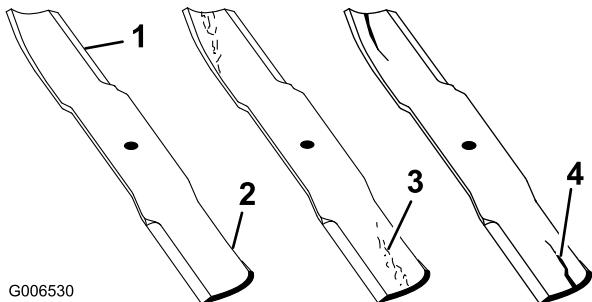

Figure 95
1. Examinez le tranchant des lames (Figure 95). Si les lames ne sont pas tranchantes ou si elles présentent des indentations, déposez-les et aiguisez-les. Reportez-vous à Dépose des lames (page 62).
2. Inspectez les lames, surtout la partie relevée (Figure 95). Remplacez immédiatement toute lame endommagée, usée ou qui présente une entaille (Figure 95).